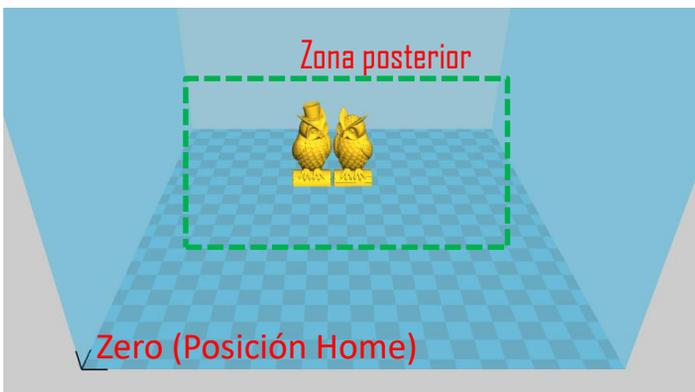
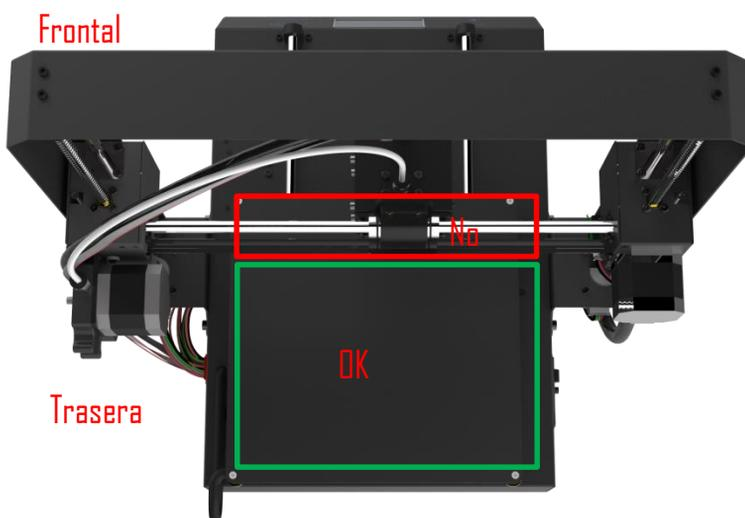

Imagen 34
Imagen 35
1. Como se muestra en la **Imagen 34**, **Imagen 35**, en el software de laminado (es decir, Cura), se requiere colocar el modelo en la parte posterior de la plataforma. Porque durante el "RESUMEN", la máquina llegará a home primero y podría tocar/interferir con el objeto inacabado si el modelo se colocara en la zona delantera.